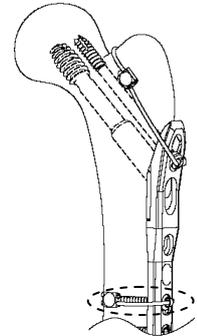

図 4-2
- 2) 3.5 六角穴用アダプタは骨幹部軸に垂直となるようケーブルを巻き付けて下さい。(図 4-2)